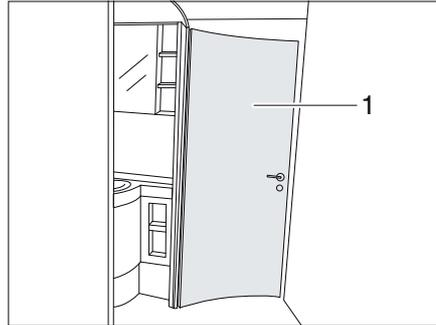

Fig. 224 Espace de bain
Selon l'équipement, la porte de l'espace toilette (Fig. 224,1) peut être bloquée dans 1 à 3 largeurs d'ouverture différentes pour former un espace de bain. Selon la largeur d'ouverture sélectionnée, différentes parties de local sont reliées ensemble.
- ▷ La porte de l'espace toilette (Fig. 224,1) ne peut pas être utilisée comme paroi de séparation pendant le trajet. Amener la porte en position de base (espace toilette isolé).